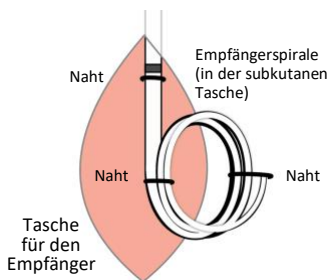

Abbildung 12
4. Verwenden Sie einen nicht resorbierbaren Nahtfaden und legen Sie Kreuzknoten an, um zwei Stellen der Spirale sowie den Markierungsstreifen an der Faszie zu fixieren. Stecken Sie den proximalen Überhang in die Fadenschlinge, um überstehende Kabel zu vermeiden (siehe Abbildung 12).